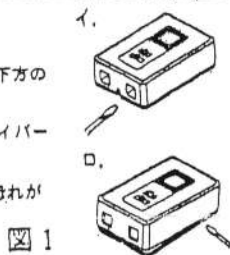

図 1
- ①左右のキャップを外し、⊖ドライバーを本品下方の溝に差し軽く開ける。(図. 1-イ)
- ②本品側面のフレームとカバーの隙間に⊖ドライバーを差し開ける。(図. 1-ロ)